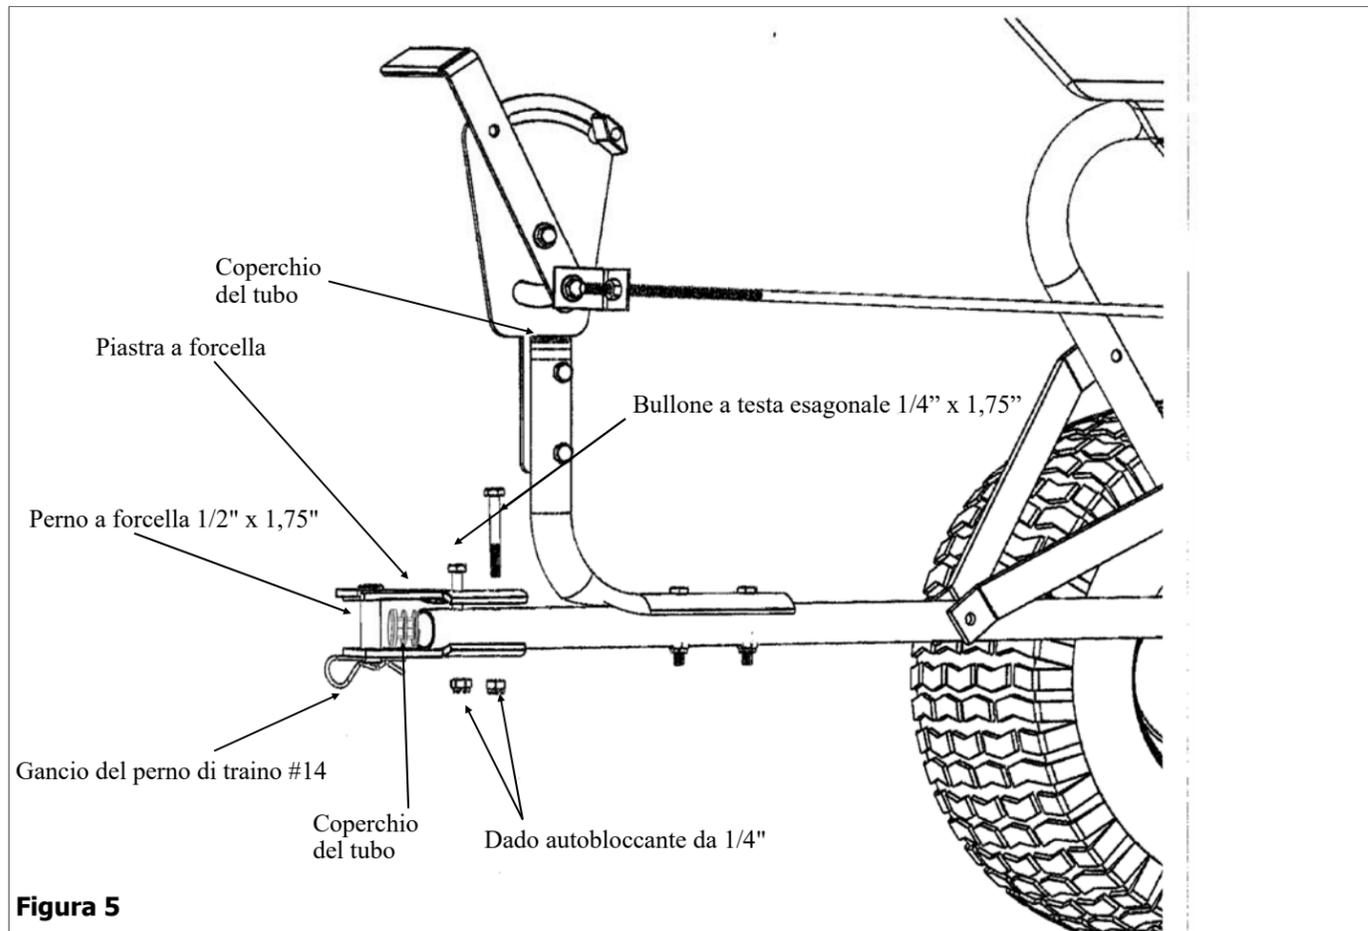

Figura 5
5. Battere delicatamente i tappi del tubo nella parte superiore della maniglia a T e nell'estremità della barra di traino. Collegare le due piastre a forcella alla parte superiore e inferiore della barra di traino, utilizzando bulloni a testa esagonale da 1/4" x 1-3/4" e un dado di sicurezza da 1/4". Inserire il perno a forcella da 1/2" x 1-3/4" attraverso fori nelle piastre forcella. Fissarlo con un fermo di traino # 14. Vedi Figura 5.